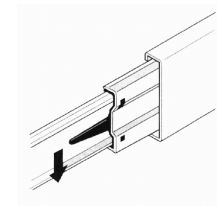
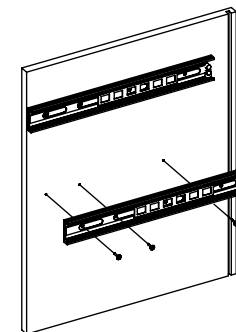

Рис.3
Рис.4
- Отсоедините от основания телескопических направляющих внутренние планки, отогнув пластиковый рычажок фиксатора (Рис.3). Основания телескопических направляющих закрепите на деталях 7 и 8 винтами М5х8 (Рис.4).